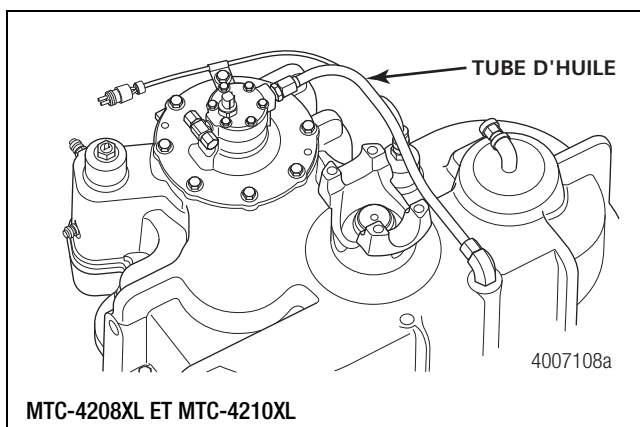

Figure 4.1
- A. Débrancher la canalisation d'arrivée d'huile du couvercle de pompe à huile de la boîte de transfert. Figure 4.1.